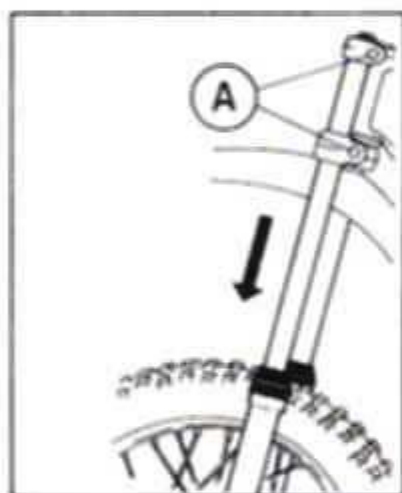

FIG. C22
2. Desaparafusar os parafusos (A - Fig. C22) que fixam os amortecedores dianteiros no suporte superior e inferior da motocicleta.